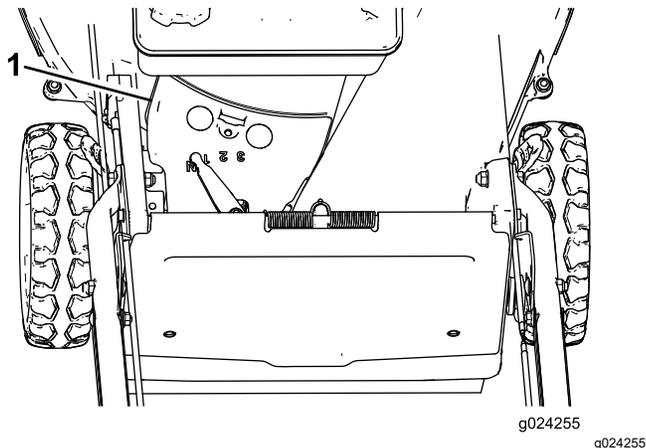

Figure 34
3. Enlevez le couvercle de courroie (Figure 34) du carter du tablier de coupe.